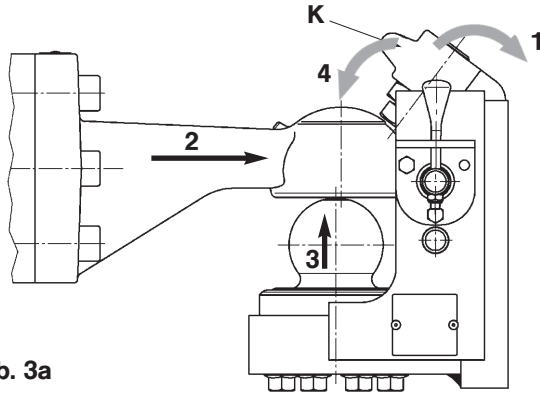

Abb. 3a
- Zugfahrzeug so zurücksetzen, dass die Flanschzugöse über der Kugel an die vorgesehenen Anschläge im Anhängebock fährt (2, in Abb. 3a).
- dann Zugfahrzeug über die Luftfeder anheben, bis die Zugösenpfanne komplett über die Kugel gefahren ist (3, in Abb. 3a).
- Klinke mit dem Handgriff nach unten ziehen, bis **beide** Sicherungsbolzen **SB** aus der Position **M** in die Position **S** schwenken (4).